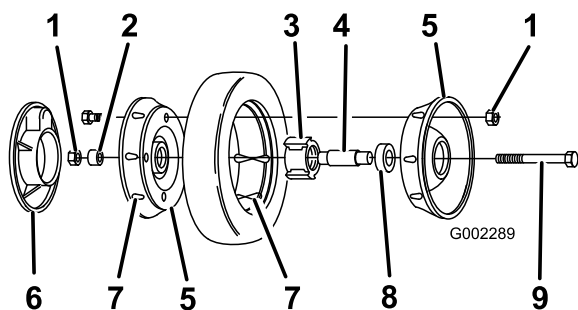

Figure 34
3. Retirez le boulon, la bague d'espacement et le contre-écrou qui fixent la roue au bras de pivot (Figure 34).
4. Séparez du pneu les deux moitiés de la roue en retirant les 4 boulons et 4 contre-écrous (Figure 34).
Remarque: Pour extraire les roulements de l'ensemble moyeu/roulements, appuyez sur la douille d'écartement des roulements (Figure 34).
1. Posez le pneu sur une des demi-roues, en faisant correspondre les reliefs (Figure 34).
2. Placez l'ensemble roulement/moyeu dans le trou central de la moitié de roue. Les ailes du moyeu doivent reposer sur le flasque de l'ouverture (Figure 34).
3. Posez l'autre demi-roue sur l'ensemble moyeu/roulement en faisant correspondre les trous et les reliefs de la roue et du pneu (Figure 34).
4. À l'aide de 2 vis ou boulons entièrement filetés (1/4-20 x 1,50 po) et d'écrous non-bloquants, réunissez les deux moitiés de roue sans les serrer. Installez les vis ou les boulons dans les trous opposés (Figure 34).
pour assurer un serrage uniforme, jusqu'à ce que les demi-roues soient réunies (Figure 34).
6. Montez et serrez les 2 boulons et les 2 contre-écrous retirés auparavant dans les trous libres des demi-roues. Retirez les 2 vis ou boulons longs et remplacez-les par 2 boulons et 2 contre-écrous (Figure 34).
7. Posez la roue sur le bras de pivot à l'aide des boulons, d'une entretoise et d'un contre-écrou. Vérifiez si la bague est bien placée entre le moyeu de la roue et le bras de pivot (Figure 34).